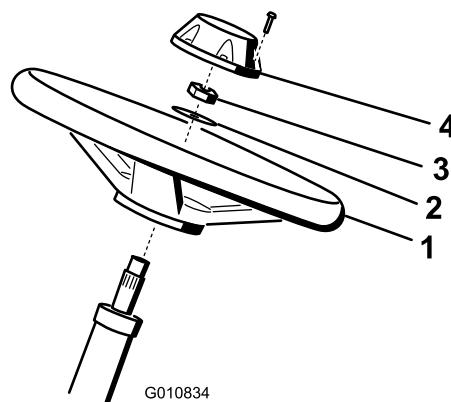

Figura 6
1. Deslice el volante sobre la columna de dirección (Figura 6).
- Deslice la arandela sobre la columna de dirección (Figura 6).
- Sujete el volante a la columna con una contratuerca y apriétela a entre 27 y 35 N·m (Figura 6).
- Sujete el embellecedor al volante con 6 pernos (Figura 6).